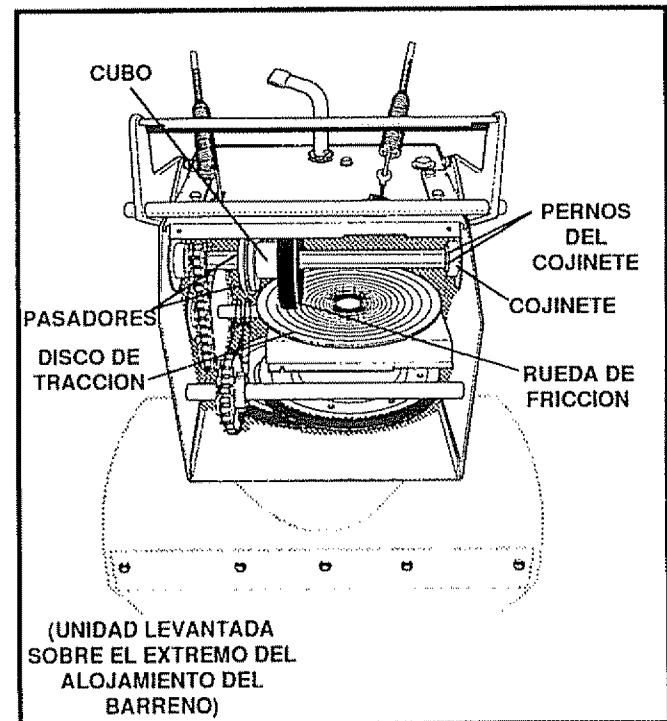

FIG. 36
- Coloque la removedora de nieve en posición vertical sobre el extremo del barreno (See Fig 36)
- Retire los cuatro pernos que fijan los cojinetes, a ambos lados (vea la Fig. 36)
- Coloque la nueva rueda de fricción en el cubo (vea la Fig 36).